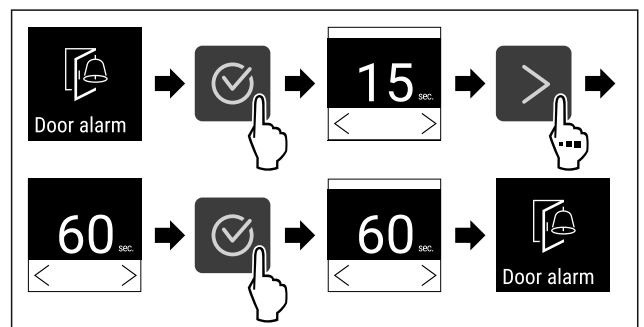

Fig. 88
- ▷ Suorita toimenpidevaiheet (katso Fig. 88) .